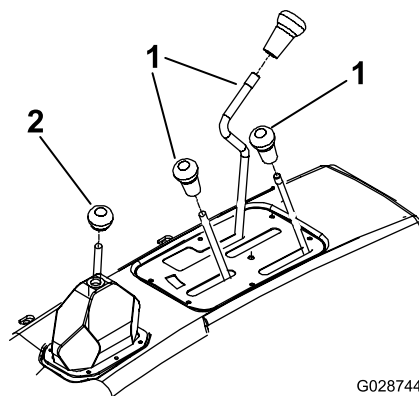

Figura 5
- Desatornille y retire todos los pomos de las palancas de la consola y de la palanca de cambios trasera (Figura 5).